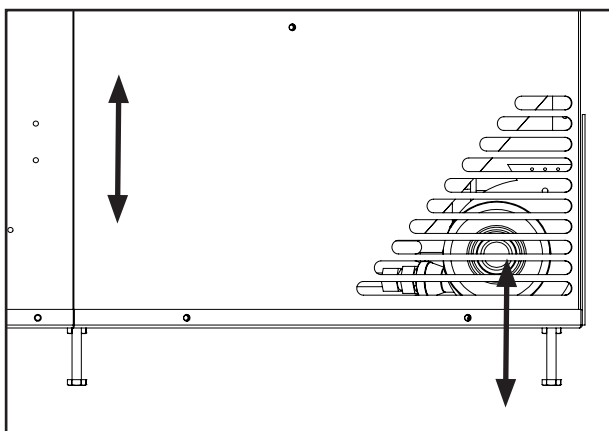

Figure 51 : Position des pieds de nivellement.
15. Ajustez les pieds de mise à niveau pour vous assurer que l'unité est de niveau et suffisamment haute si une étagère de base et/ou une colonne montante doit être installée. Il y a quatre pieds de mise à niveau situés sous l'unité (illustrés à la Figure 51).